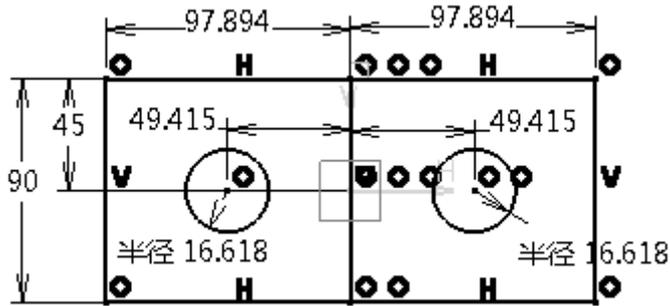

图 5-105
- 对称线：该文本框用于确定对称图形的对称轴，图 5-105 所示的图形是选择了水平和垂直的轴线作为对称轴并选择“链式”模式情况下的自动约束。